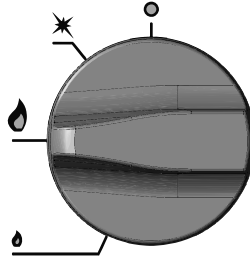
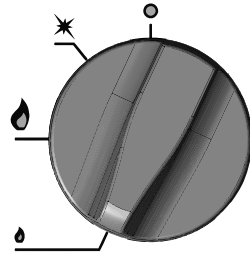

Bild 12. Einstellung des Drehknopfes bei der der Brenner mit voller Leistung funktioniert.
Bild 13. Einstellung des Drehknopfes bei der der Brenner mit minimaler Leistung funktioniert (etwa 1/3 der Maximalleistung).
- Den Drehknopf (mit einer Bewegung gegen den Uhrzeigersinn) in die Position Vollflamme drehen (Bild 12), damit der Hauptbrenner angezündet wird (dieser wird durch den Pilotbrenner angezündet). Als nächstes, den Drehknopf weiter in dieselbe Richtung drehen, wodurch man eine Sparflamme erhält (Bild 13). Der Hauptbrenner wird nicht angezündet, wenn der Pilotbrenner nicht brennt und nicht den Gasaustrittssensor aufwärmt. Im Falle einer momentanen Unterbrechung der Flamme wird der Gasaustrittssensor das Absperren des Gaszuflusses zu dem Brenner verursachen.